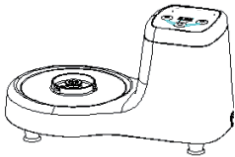

FIG1
2. Coloque el dispositivo sobre una superficie plana, limpia y seca; FIG1.